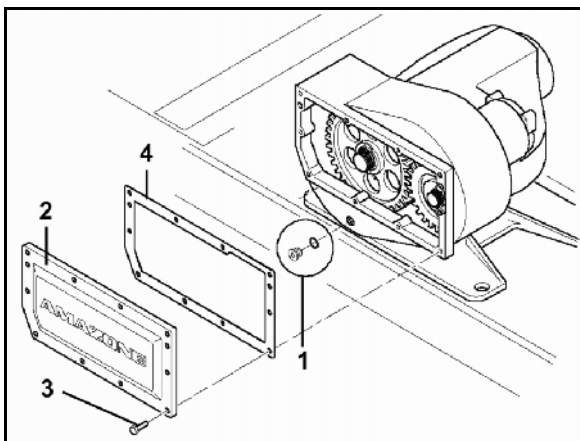

Fig. 61
Det er muligt at sænke olieniveauet ved at lukke gearolien ud gennem olieaftapningsskruen (Fig. 61/1). Olien kan genanvendes og påfyldes gennem oliepindens åbning, såfremt olien ikke er blevet forurenet i forbindelse med aftapningen.
6. Løsn og fjern skruer (Fig. 61/3) fra geardækslet (Fig. 61/2).
12. Geardækslet (Fig. 61/2) og pakningen (Fig. 61/4) skrues på gearkassen.